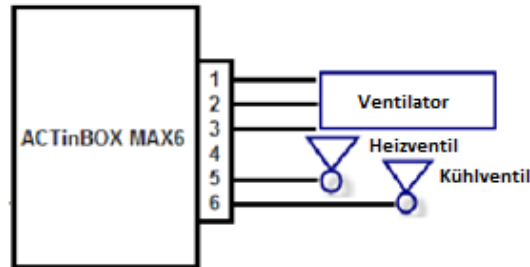

Bild 1.3 Anschluss ACTinBOX MAX6 an 4-Rohr Fan Coil
Wie in Bild 1.3 zu sehen, gibt es folgende Zuordnungen zwischen den Aktorausgängen und den Anschlüssen des Fan-Coil:
**Hinweis:** Wird der Fan-Coil Controller zur Steuerung eines 2-Rohr Systems benutzt, so wird nur ein Ventil verwendet. In diesem Fall kann sowohl Ausgang 5 wie auch Ausgang 4 frei konfiguriert werden (siehe Bild 1.3)